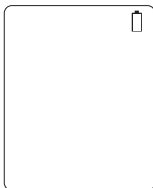

Abbildung 9
1. Ersetzen Sie die Batterie, wenn »« in der oberen rechten Ecke der LCD-Anzeige blinkt. (Siehe Abbildung 9)